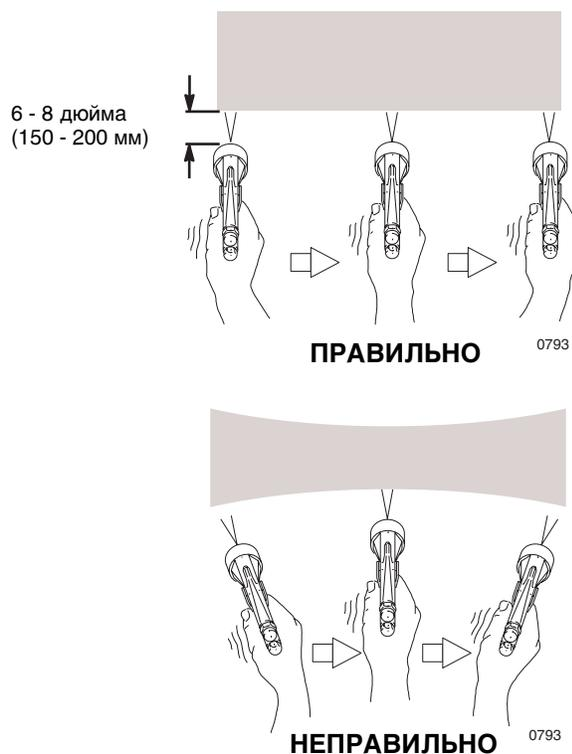

Рис. 15
- Удерживайте пистолет перпендикулярно к поверхности и сохраняйте постоянное расстояние от 6 до 8 дюймов (от 150 до 200 мм) до окрашиваемого предмета. Рис. 15.